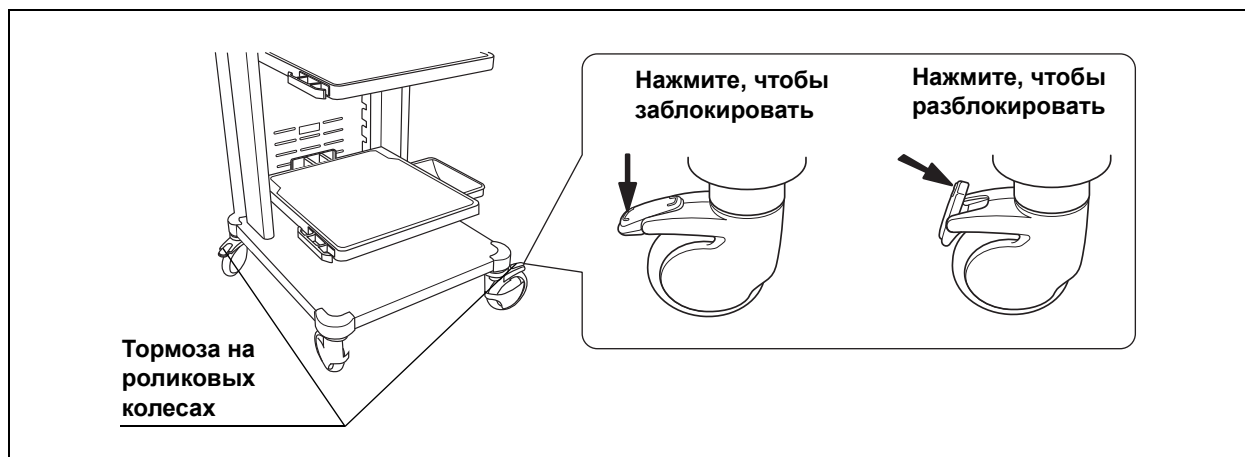

Рисунок 3.1
- 1 Установите мобильную рабочую станцию на горизонтальную поверхность. Заблокируйте тормоза на роликовых колесах, нажав на них так, как показано на Рис. 3.1.